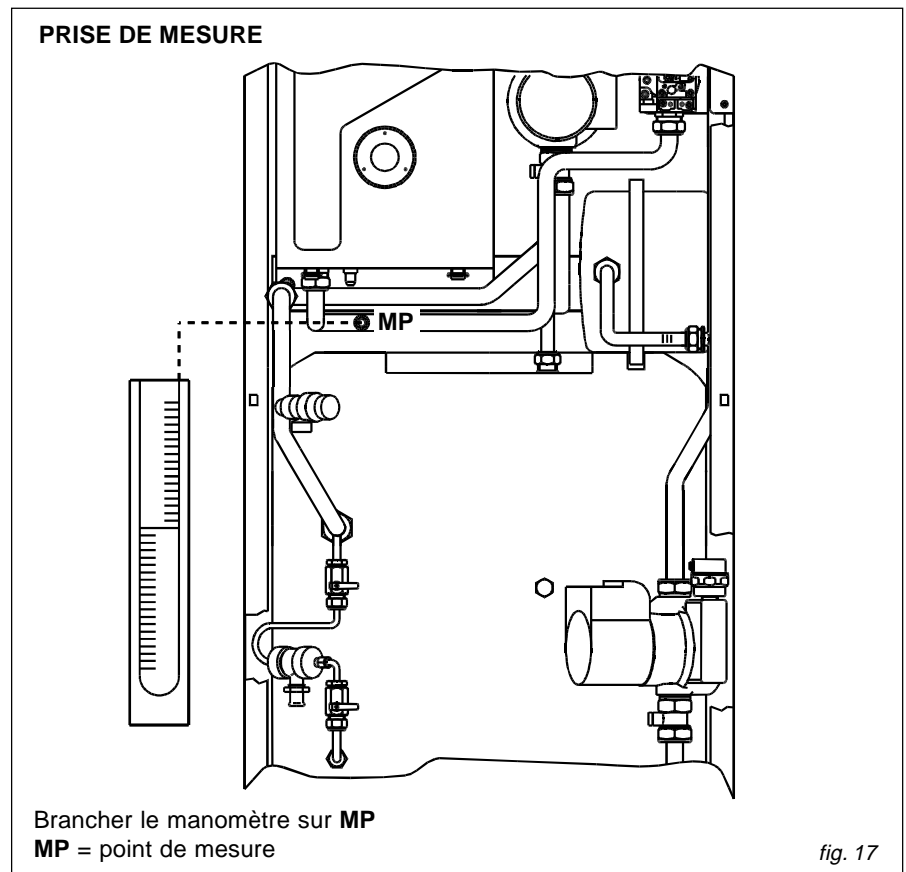

fig. 17
- Raccorder le manomètre en U en se conformant aux instructions données à la figure 17.